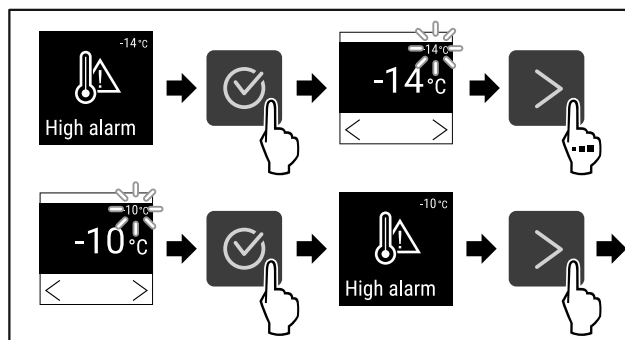

Fig. 99
- ▶ Atlikite veiksmus (žr. Fig. 99).